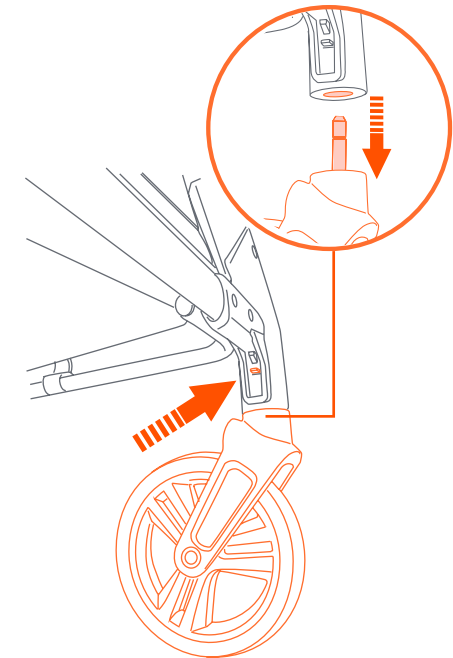

Fig. 14
- 14) • If adjustment or replacement is necessary:** Push in release button on the inside of the wheel hub and pull wheel assembly from hub (Fig. 14).
- **Si es necesario un ajuste o reemplazo:** Oprima el botón de liberación al costado del cubo de la rueda y tire del montaje de la rueda desde el cubo (Fig. 14).
- **Si l'ajustement ou le remplacement est nécessaire:** Appuyez sur le bouton de verrouillage situé sur le côté du moyeu de roue avant et tirez sur l'assemblage de roues pour le retirer du moyeu (Fig. 14).